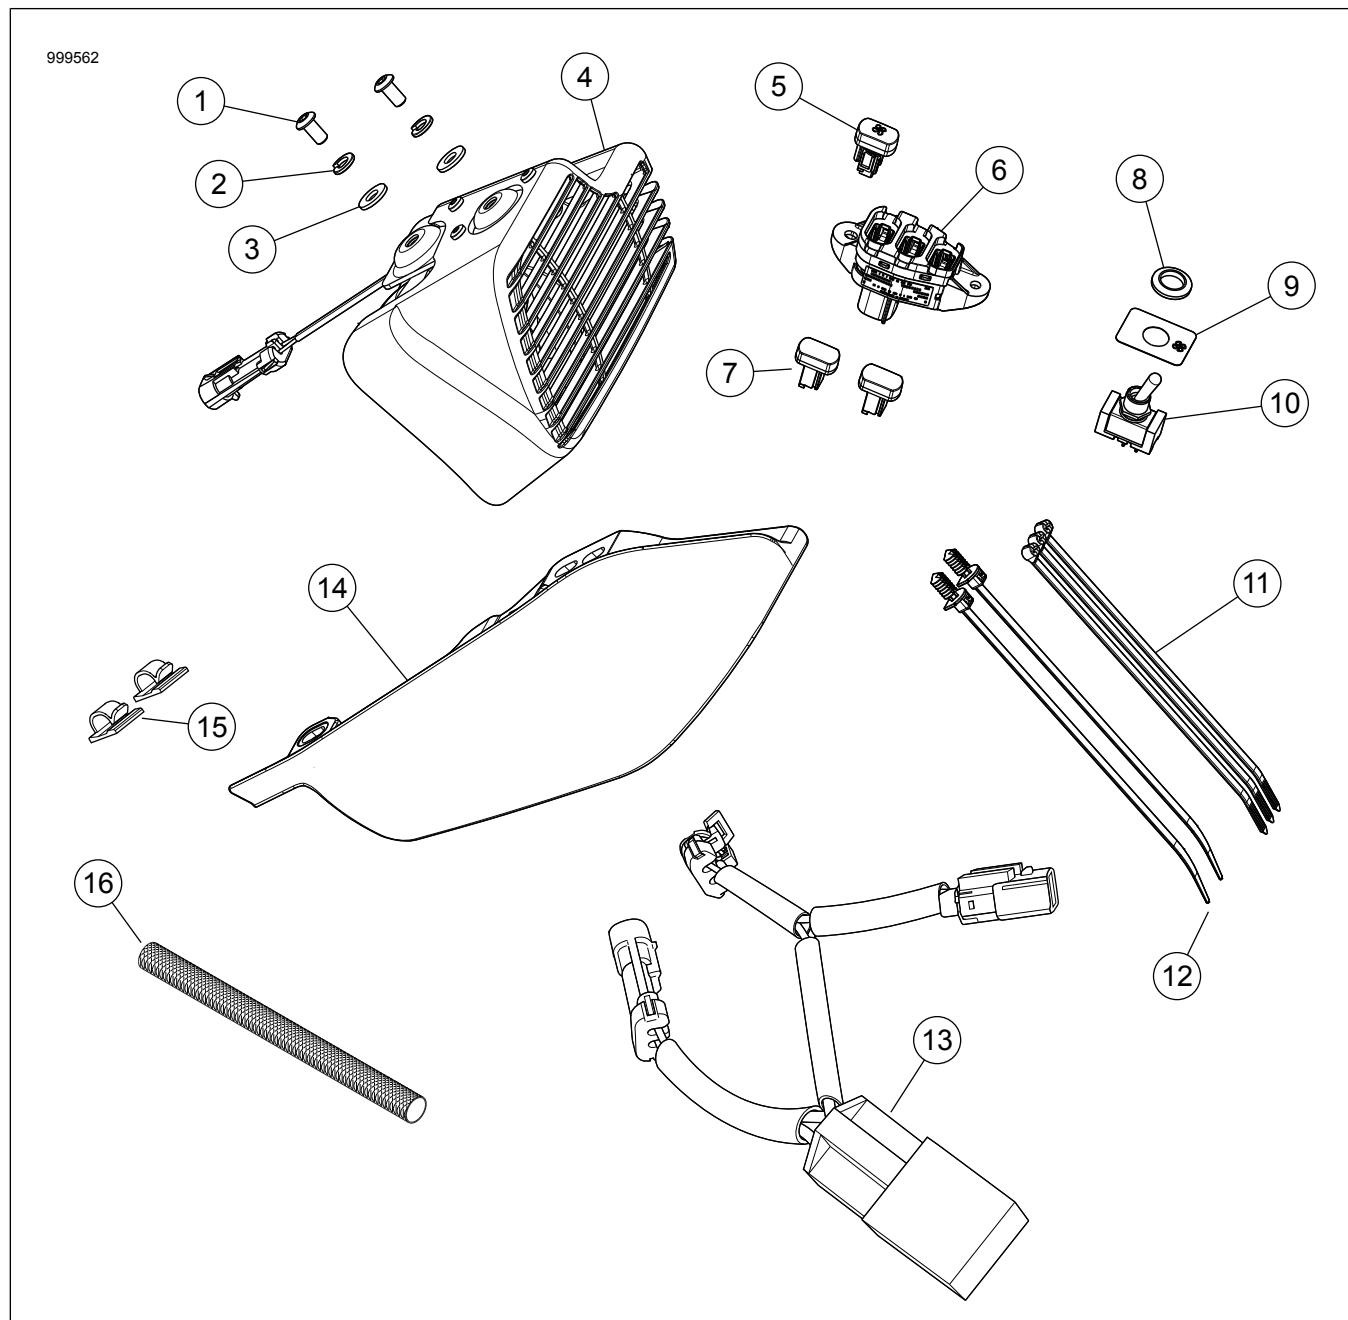

Figure 7. Pièces de rechange : Kit de ventilateur
Consultez Figure 7 et Tableau 1 .
1. Consultez Figure 7 . Installer un nouveau déflecteur de milieu de châssis si le véhicule en était doté (13).
5. Consultez Figure 7. **Emplacement du commutateur sans carénage:** Installez le commutateur du ventilateur (10).
6. Consultez Figure 7 . **Emplacement du commutateur de carénage:** Installez le commutateur du ventilateur (5).
- c. Installez le commutateur du ventilateur (5) à l'extrême droite du module de commutateur (6).
- d. Ajoutez des caches de commutateur (7) dans le module de commutateur, si nécessaire.